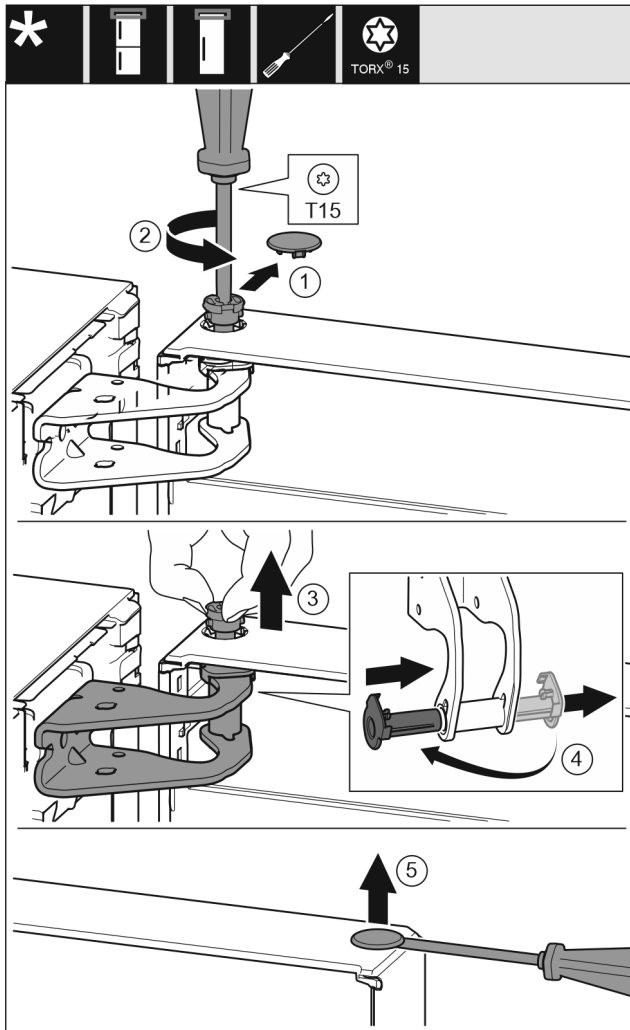

Fig. 9
- ▶ Trekk sikringsdekslet forsiktig av. Fig. 9 (1)
- ▶ Skru bolten ut et stykke med skrutrekker T15. Fig. 9 (2)
- ▶ Hold fast døren, og trekk bolten ut med fingrene. Fig. 9 (3)
- ▶ Trekk lagerbøssingen ut av føringen. Sett den inn fra den andre siden, og la den klikke på plass. Fig. 9 (4)
- ▶ Løft proppen forsiktig ut av dørens lagerbøssing med en skrutrekker, og trekk den ut. Fig. 9 (5)